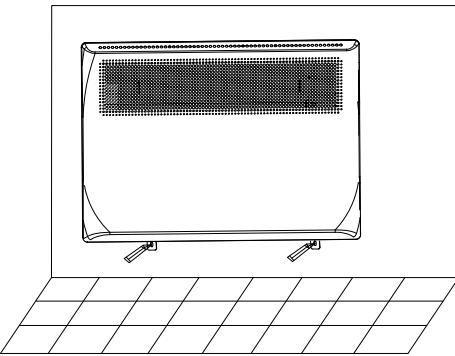

Рис. 7
7. Разместите конвектор на кронштейнах (см. Пункт 1). Поставьте разметку на стене через отверстия крепежей из пункта 6. Просверлите отверстия (диаметр сверла 6 мм.), вставьте дюбели (не входят в комплект поставки) (рис. 7).